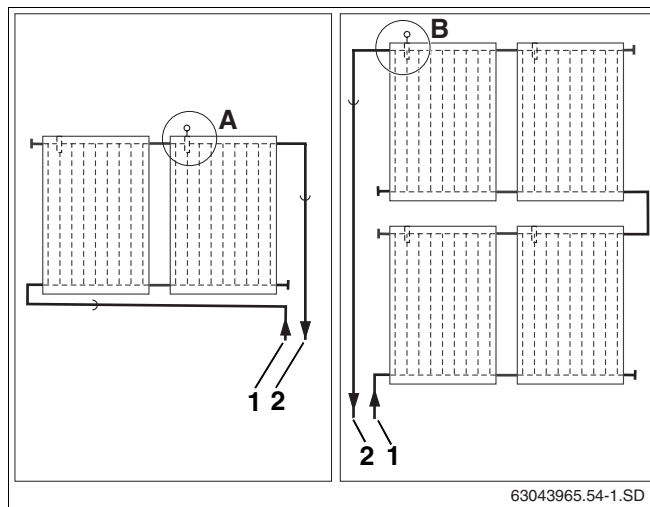

Fig. 32 Position de montage de la sonde de capteur (représentation schématique)
Respectez la position de montage des systèmes de capteurs à une ou deux rangées (fig. 32).
La sonde de capteur doit être montée dans le capteur avec la conduite de départ raccordée (fig. 32, **pos. 2**).
- Position de montage (fig. 32, **pos. A**) sur les systèmes de capteurs à une rangée et conduite de départ à droite.
- Emplacement de montage (fig. 32, **pos. B**) sur les systèmes de capteurs à deux rangées et conduite de départ à gauche.